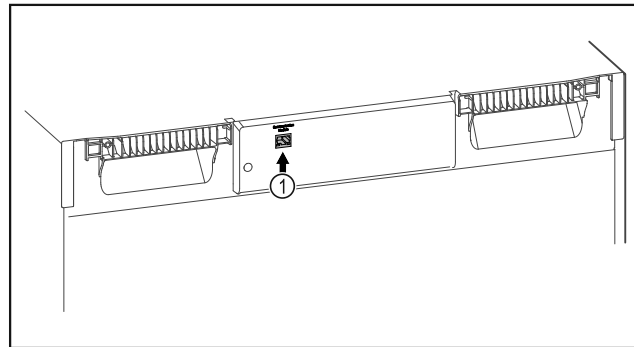

Fig. 73
- SmartModule Fig. 73 (1) är insatt.